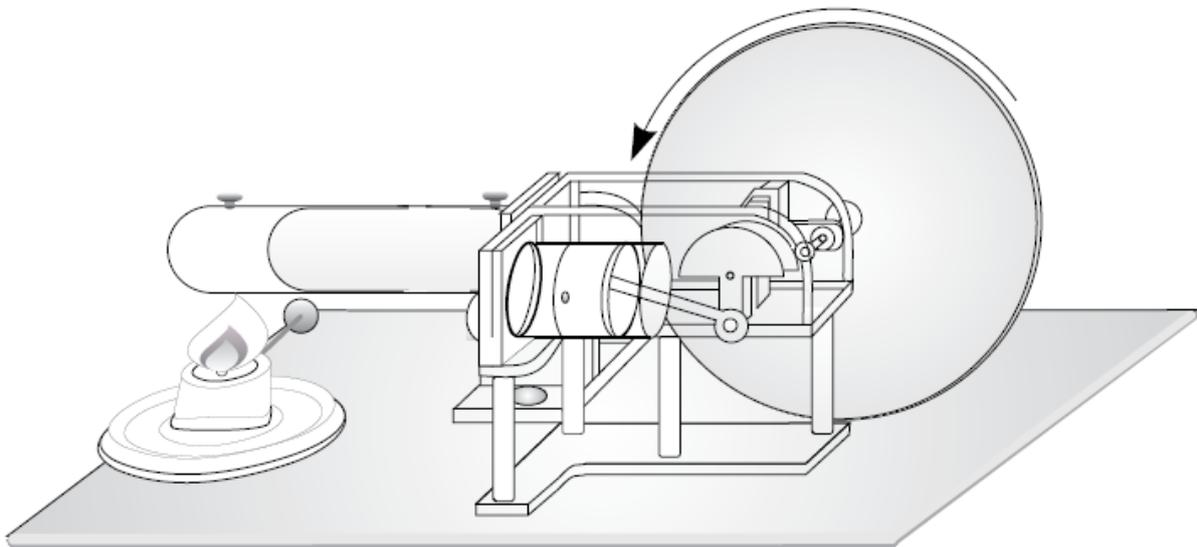

Fig.2 Motor Stirling como motor térmico (
- Se lleva el émbolo de desplazamiento a la posición más posterior y después de un corto tiempo de calentamiento (aprox. de 1 a 2 minutos) se pone en rotación la rueda volante dándole un empujón suave en dirección de las agujas del reloj (en dirección de observación de la unidad motor-generador) (ver fig. 2).